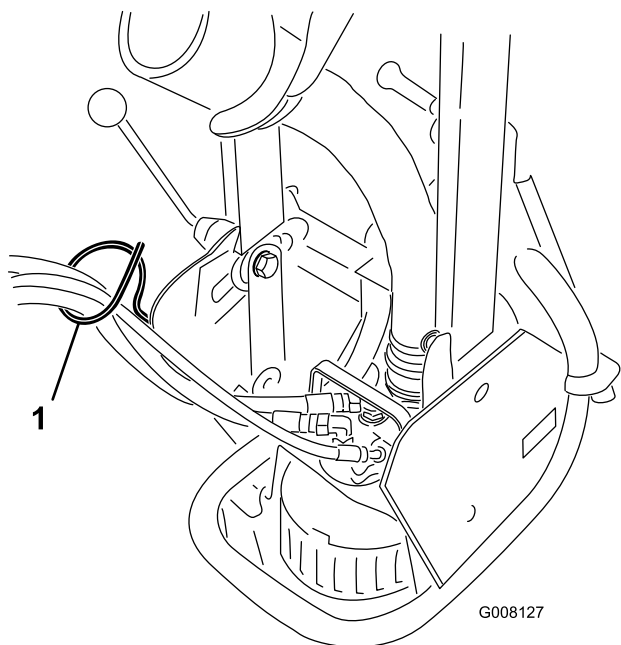

Figura 4
6. Conectați furtunurile hidraulice în sistemul hidraulic cu acționare de la distanță al mainii Sand Pro. Poziționați furtunurile în ghidajul de furtun (Figura 4). Evitați îndoirile și încovoierile furtunurilor hidraulice.